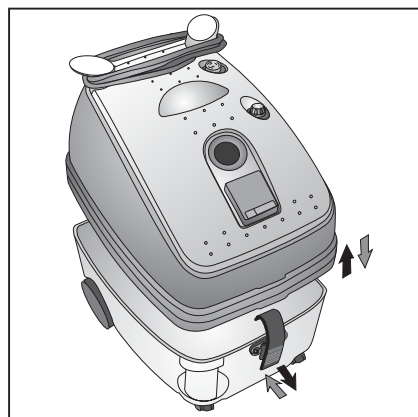

Fig. 3
- Remettre en place la partie supérieure de la machine sur le réservoir de récupération dans le sens indiqué (Fig. 3).
- Agrafer les crochets de fermeture (F) en vous assurant que les deux parties coïncident parfaitement.